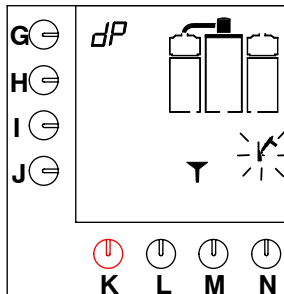

Fig. 19 La macchina di preparazione del caffè richiede la soluzione disincrostante
- Quando la soluzione disincrostante e' stata versata nella caldaia, non e'piu possibile interrompere il programma di disincrostazione, neanche premendo il tasto Stopp (K)!
- Viene emesso un segnale acustico, lampeggia il simbolo del martello e sullo schermo viene visualizzato un imbuto (vedere fig. 19).